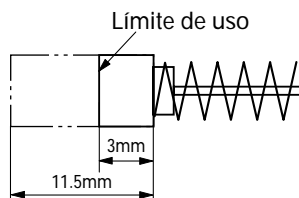

Fig. 14
**5. Inspección de las escobillas de carbón (Fig. 14)**